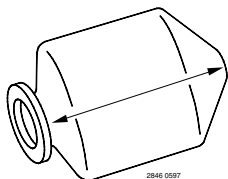

Figura 3 - Extraer todo el aire de la celda de agua
- A. Coloque la celda de agua sobre una superficie limpia con la abertura a un extremo, y aplánela para extraer todo el aire. Jale de los extremos para aplanarla (consulte la Figura 3).